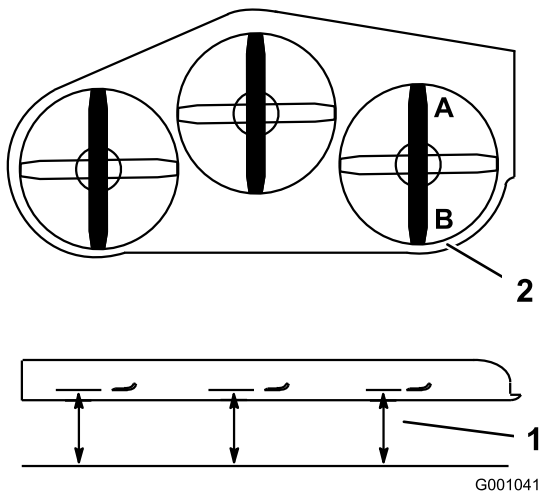

Figure 63
1. Tournez la lame **droite** dans le sens longitudinal (Figure 63).
2. Mesurez la distance au point **A** entre la surface plane et le tranchant de la pointe de la lame droite (Figure 63).
4. Mesurez la distance au point **B** entre la surface plane et le tranchant de la pointe de la lame droite (Figure 63).
6. La lame doit être plus basse de 6 à 10 mm (1/4 à 3/8 po) au point **A** qu'au point **B** (Figure 63). Si ce n'est pas le cas, passez aux étapes suivantes.